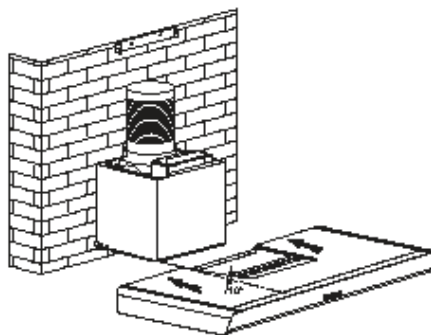
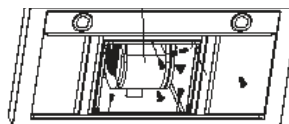

Abb.7
Abb.8
– Halten Sie den Dunstabzugshaubenkörper und lassen Sie ihn in den Motorblock gleiten (Abb. 7). Befestigen Sie ihn dann mit 5 Schrauben. (Abb. 8).
– Entfernen Sie die Aluminiumfilter und schließen Sie das Kabel an (Abb. 8).